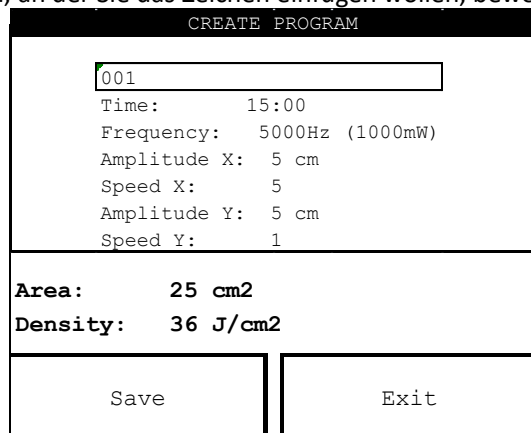

Fig.10
6. Drücken Sie den Drehknopf des Encoders an der gewählten Position, um die Iteration zur Erstellung eines Programms zu starten; diese Aktion ermöglicht das Erscheinen des nächsten Bildschirms (siehe Abb.10);
7. um einen Namen dem zu erstellenden Programm zu vergeben, ist es notwendig, den Cursor in Übereinstimmung mit der ersten Zeile, mit der Drehung des Encoders, zu bewegen (Abb.10);